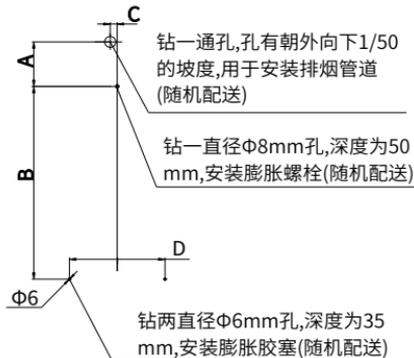

图 4.3
- 按图 4.3 的尺寸在墙上打孔，并在上部固定 M6 膨胀螺钉。